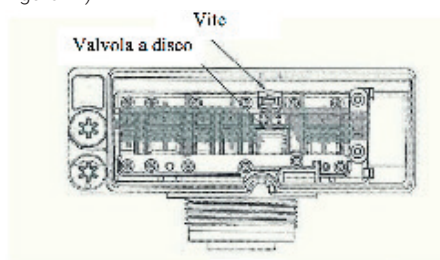

Figura 2
4. Avvitare la vite fino a che entra in contatto con il clapet di bypass (vedi "Figura 2")